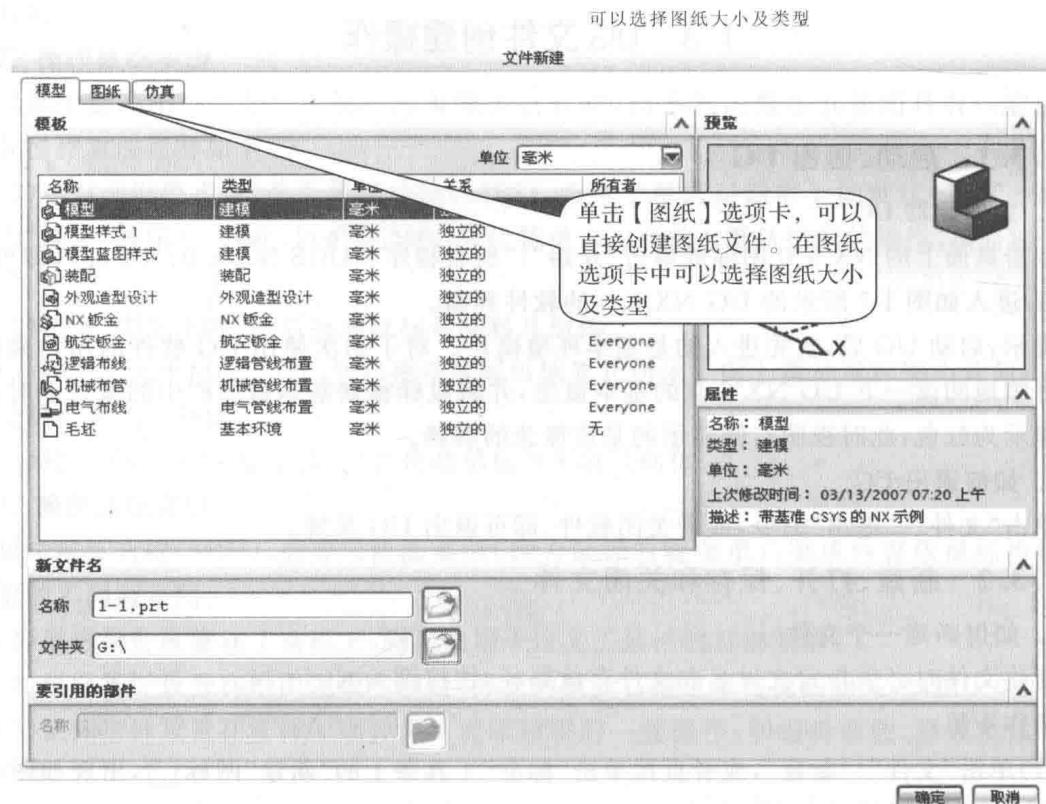

图 1-8 “文件新建”对话框
(1) 单击“文件”|“新建”,或者直接单击“标准”工具条上的“新建”图标 ,出现如图 1-8 所示的文件新建对话框。
(2) 在“模型”选项卡的“模板”栏中选择文件类型,一般选择“毛坯”,也可以直接选择各种特定的模块。